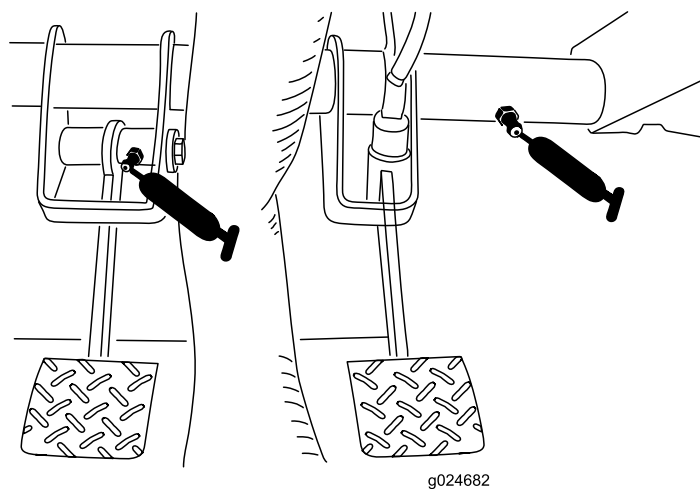

Figura 30
- **Embraiagem (1);** consulte Figura 30
- **Travão (1);** consulte Figura 30